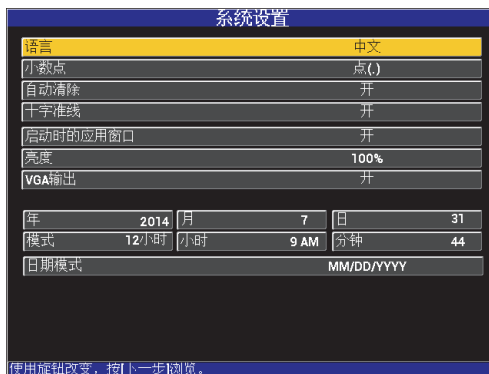

图 4-1 系统设置屏幕
1. 按两下高级设置菜单键（），然后按下 **B** 键，访问**系统设置**屏幕（参见第 65 页的图 4-1）。
1. 按两下**高级设置**菜单键 () , 然后按下 **B** 键, 访问**系统设置**屏幕 (参见第 65 页的图 4-1)。
3. 在**系统设置**屏幕上（参见第 65 页的图 4-1），使用**全屏 / 下一组键**（），加亮显示所需的参数，然后使用旋钮更改这个参数的值：